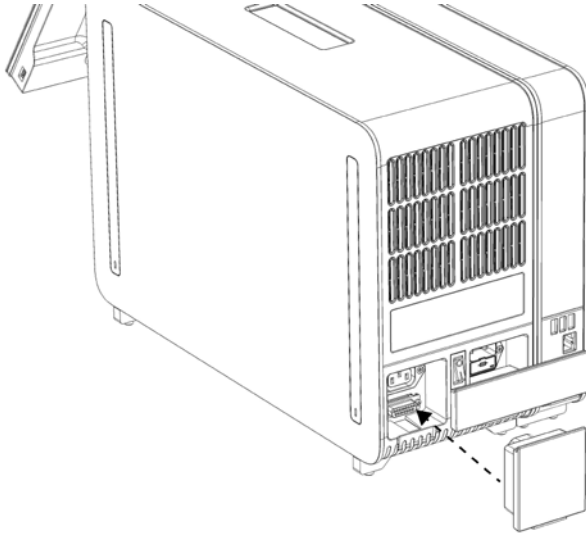

Figura 9. Conexión del puente de terminación.
6. Conecte el puente de terminación en la parte posterior del módulo analítico (figura 9, siguiente página).